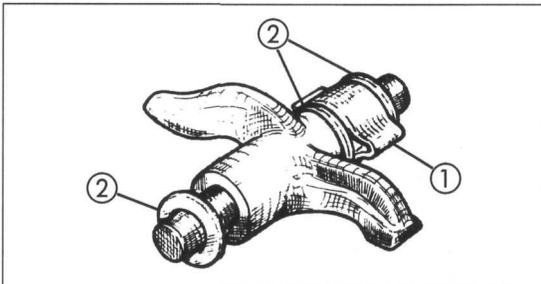

Bild 24
- Federklammer 2 Bild 24 von Kipphebelachse abziehen.
• Passendes Käppchen einsetzen, Kipphebel einschieben und Federklammer auf Kipphebelwelle aufschieben. Dabei auf ursprüngliche Einbaulage der Scheiben achten (Scheiben sorgen für 0 bis max. 0,05 mm Axialspiel der Kipphebel auf Welle). Scheiben beidseitig an Federklammer positionieren (Bild 24).